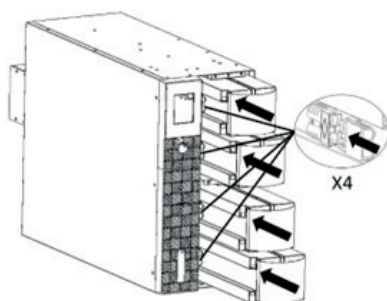

Рисунок 13
4. Установите ИБП на его место. После этого вставьте на место батарейные блоки (рис. 13).